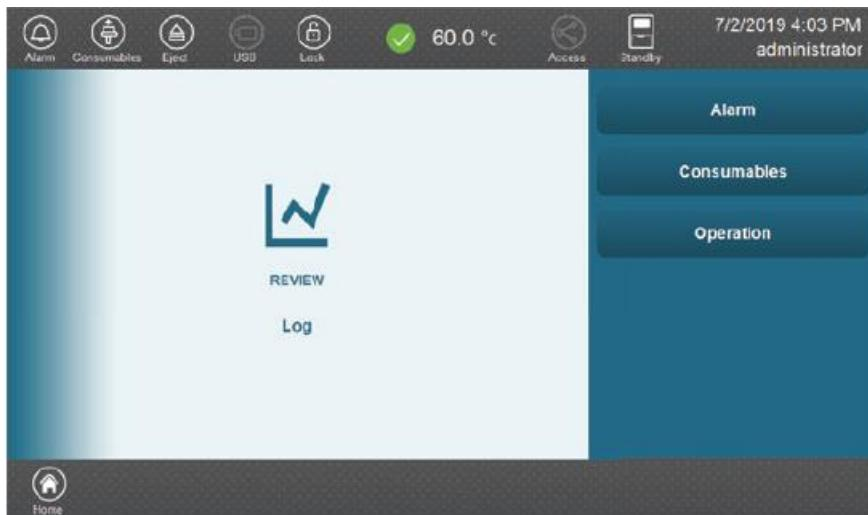

図 110 Log 画面
Spectrum Compact Control Software は、装置のアラーム情報、消耗品情報、操作情報の情報をログに記録します。これらのログは、Main Menu 画面（図 9）の Review セクションにある log を選択することでアクセスできます。Log の画面（図 110）では、3 つの機能が利用できます。
1. Log 画面（図 110）の **Alarm** を選択し、Alarm Log 画面（図 111）を開きます。
1. Log 画面（図 110）の Consumables を選択し、Consumables Log 画面（図 113）を開きます。
1. Log 画面（図 110）の Operation を選択し、Operation Log 画面（図 115）を開きます。
1. Log 画面（図 110）で **Alarm**、**Consumable**、**Operation** のいずれかを選択します。